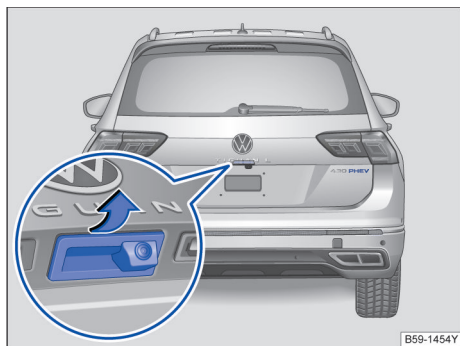

图 61 从车外打开行李厢盖
钥匙在行李厢盖的有效感应范围内，可以直接通过按压行李厢盖上的按钮打开行李厢盖 → 图 61。
- 向上拉起图示按钮 → 图 61，打开行李厢盖。
- 操作拉手按钮→ 图 61。